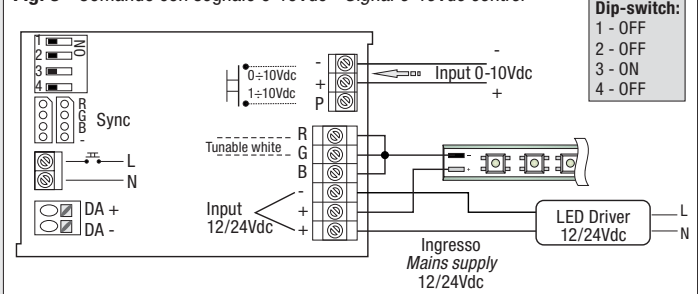

Fig. 4 - Comando con segnale 1-10Vdc - Signal 1-10Vdc control
- 4 - Segnale 1÷10Vdc (Fig. 4)
- 4 - 1÷10Vdc signal (Fig. 4)